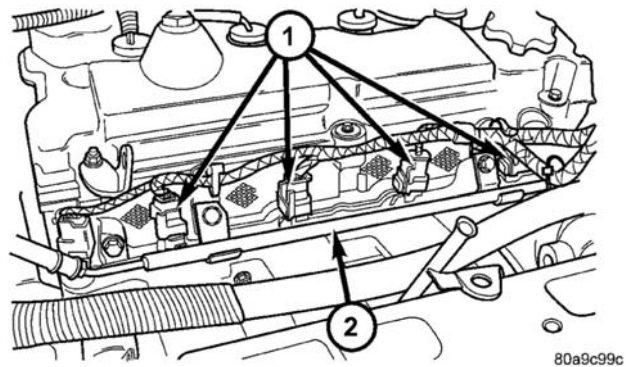

图 13 燃油导轨和喷嘴 2.4L
（3）断开燃油喷嘴线束的配线接头。（图 13）。
- (1) 确定喷嘴孔是干净的。如 O 形环损坏，应予以更换。
- (2) 为使安装轻便，可用一滴清洁机油润滑喷嘴 O 形环。
- (3) 把喷嘴的头部放入喷嘴口。把总成推进适当位置，直到喷嘴定位在喷嘴口中为止。
- (4) 安装燃油导轨固定螺栓。把螺栓拧紧至 $22\text{N} \cdot \text{m}$ (200 in. lbs.) 的扭矩。
- (5) 把接头连接到燃油喷嘴。
- (6) 在支架上安装线路束。
- (7) 将电线插头连接到燃油喷嘴线束（图 13）。
- (8) 连接蓄电池负极电缆。
- (9) 使用 DRBIII[®] 诊断工具进行燃油系统加压。检查是否泄漏。